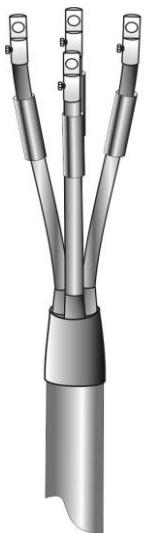

Рис.5
5. Определить длину жил по месту присоединения и обрезать. Надеть на жилы кабеля манжеты для герметизации наконечников. Замерить глубину трубчатой части наконечников и по полученному размеру снять с жил кабеля изоляцию. Оконцевать жилы кабеля болтовыми наконечниками. Обезжирить трубчатые части наконечников (Рис.5).